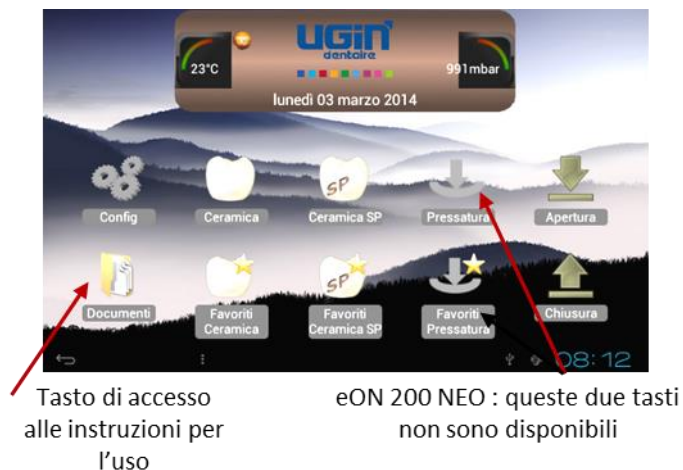

Fig 1 : schermata iniziale
- 9) Dopo circa 40 secondi viene visualizzata la schermata iniziale (**Fig. 1**). L'installazione viene terminata